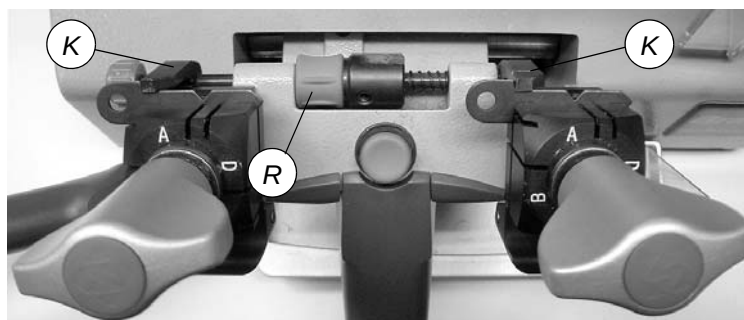

Fig. 13
- 1) Desactive o interruptor geral (C) para executar a operação em segurança e impossibilitar o arranque da fresa.
- 2) Posicione as chaves de ajuste (entregues anexas) nos mordentes (fig. 13), com o entalhe em V virado para fresa e palpador e aja da seguinte forma:
- a) verifique se as faces de apoio contactam com os mordentes e os calibres (K) perfeitamente em contacto com os encostos.
- b) para levar os calibres em contacto com as chaves, rode o tambor (R) para si (vice-versa para os colocar em posição de repouso).